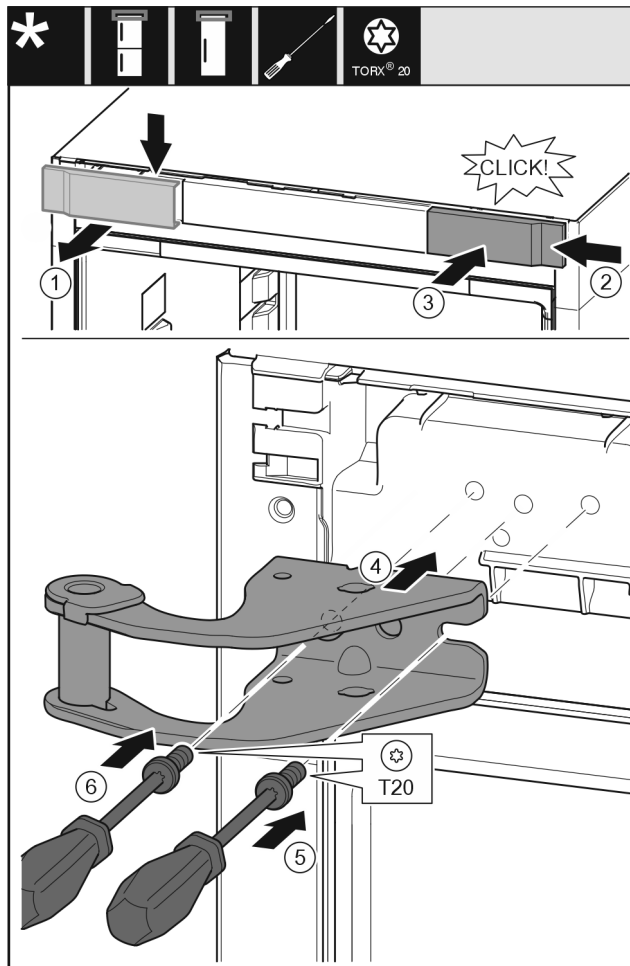

Fig. 12
- ▶ Αφαιρέστε το κάλυμμα από επάνω προς τα εμπρός. Fig. 12 (1)
- ▶ Αναρτήστε το κάλυμμα υπό γωνία 180° στην άλλη πλευρά από δεξιά. Fig. 12 (2)
- ▶ Κουμπώστε το κάλυμμα. Fig. 12 (3)
- ▶ Τοποθετήστε το επάνω στήριγμα. Fig. 12 (4)
- ▶ Τοποθετήστε τη βίδα με κατσαβίδι T20 και σφίξτε τη. Fig. 12 (5)
- ▶ Τοποθετήστε τη βίδα με κατσαβίδι T20 και σφίξτε τη. Fig. 12 (6)